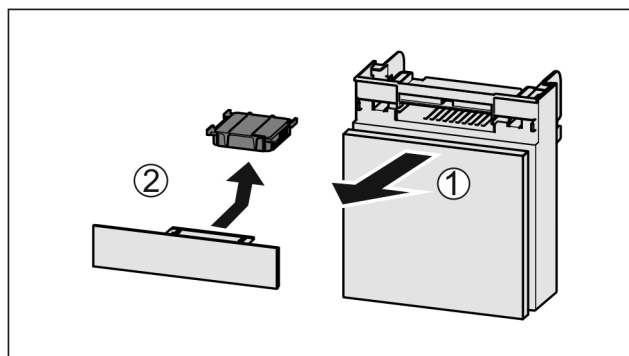

Fig. 58
- ▶ Extraire le compartiment par l'avant Fig. 58 (1).
- ▶ Sortir le filtre à charbon actif Fig. 58 (2).